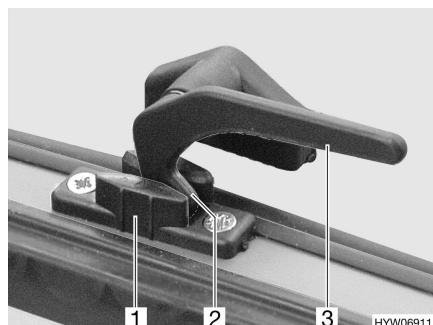

Fig. 29 Leva di serraggio in posizione "Aerazione continua"
- In posizione di "Aerazione continua" (Fig. 29)
- Ruotare la leva di serraggio (Fig. 29,3) di un quarto di giro verso il centro della finestra.
- Girare nuovamente all'indietro la leva di serraggio. Riportare contemporaneamente il nasello di chiusura (Fig. 29,2) nella rientranza della chiusura della finestra (Fig. 29,1).